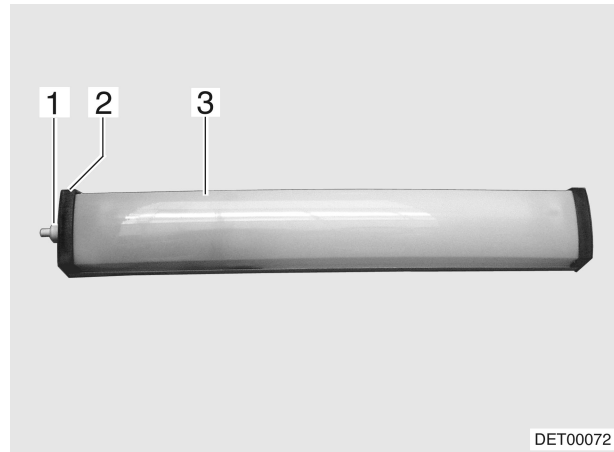

Bild 150 Raumleuchte
- Kappe (Bild 150,1) abschrauben.
- Deckel (Bild 150,2) abnehmen.
- Leuchtenabdeckung (Bild 150,3) leicht zusammendrücken und abnehmen.